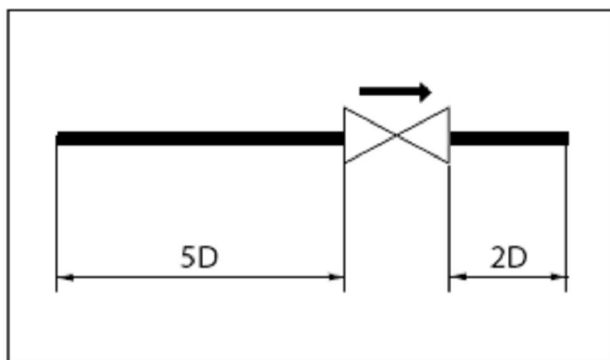

Рис.5.Необходимые прямые участки трубопроводов
- для нормальной работы клапана до и после него должны быть обеспечены прямолинейные участки, длина которых соответственно составляет 5 ДУ и 2 ДУ (рис. 5).